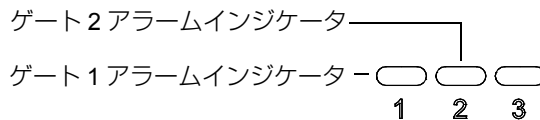

図 3-12 ゲート 1 およびゲート 2 アラームインジケータランプ
- EPOCH 650 の前面パネルにある 2 つのアラームインジケータ (LED) のいずれかが点灯する (61 ページの図 3-12 参照)。